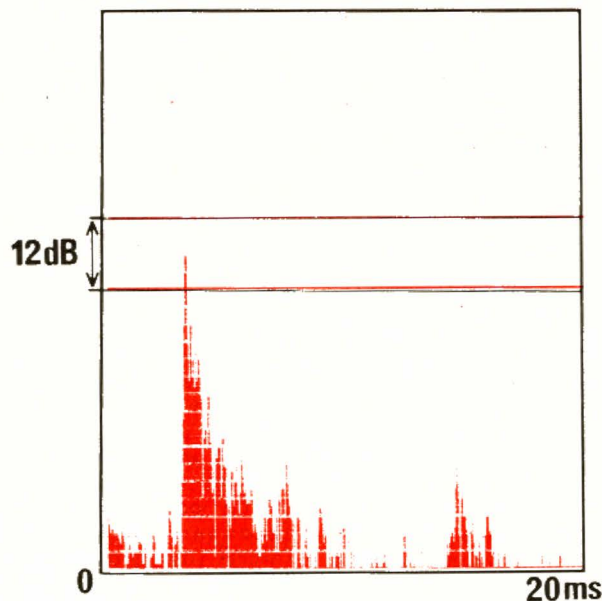

FIGURE 5
- Fig. 5. - Relevé énergie/temps (0 à 20 ms).